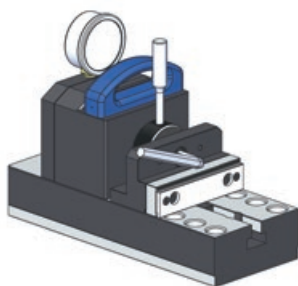

Figure 10
5. Desserrer la vis à l'intérieur de la vis moletée à l'aide d'une clé Allen (figure 10).